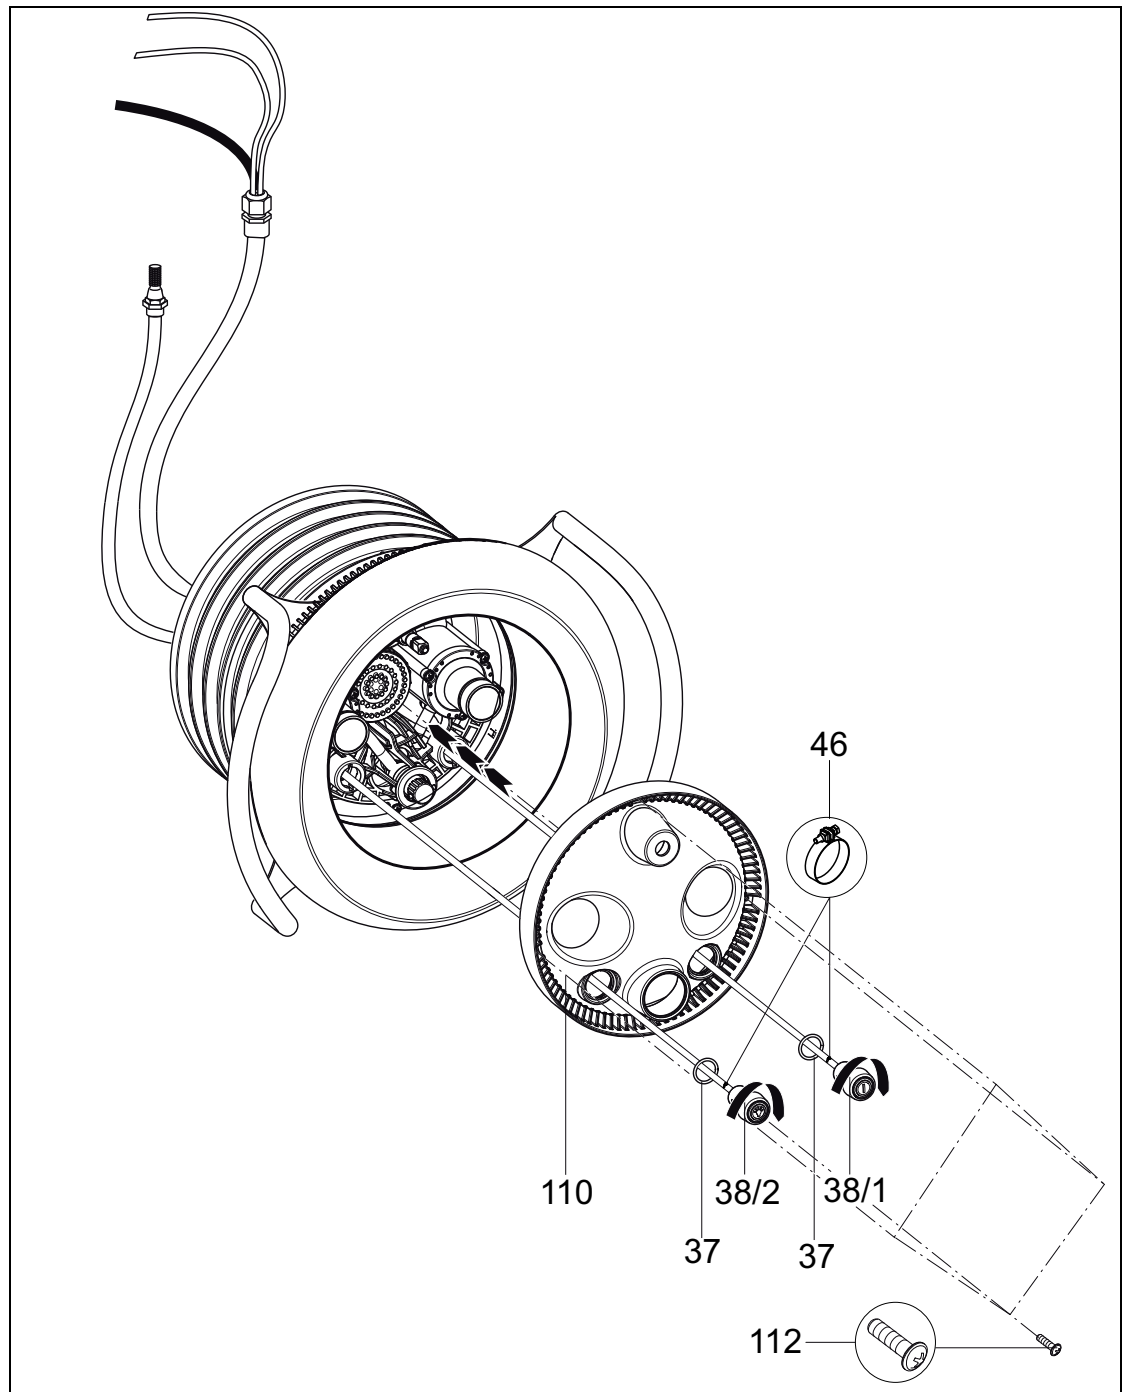

Abb.12
10. Pneumatikschläuche durch die unteren/ äußeren Öffnungen der Lichtabdeckung (**110**) führen (Licht EIN/AUS links; Pumpe EIN/AUS rechts). Die Lichtabdeckung (**110**) auf das Düsengehäuse (**102.1**) zentrisch ausrichten und mit vier Schneidschrauben (**112**) befestigen (Abb.12).
11. Jeweils ein O-Ring (**37**) auf einen Pneumatiktaster (**38/1;38/2**) aufschieben. Pneumatikschläuche an den entsprechenden Tastern mit Schlauchklemmen (**46**) befestigen. Die beiden Pneumatiktaster durch die Lichtabdeckung (**110**) in das Düsengehäuse stecken und durch drehen im Uhrzeigersinn verriegeln (Abb.12).